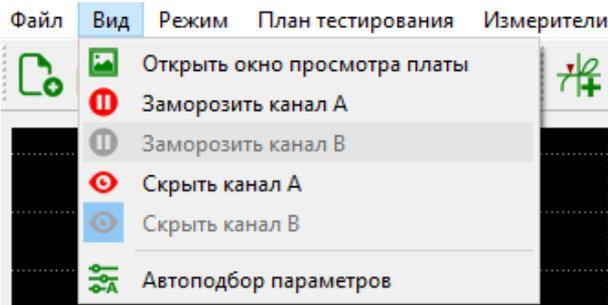

Рисунок 10. Элемент интерфейса фиксации ВАХ
- Для фиксации ВАХ, на основном экране, воспользуйтесь кнопками заморозки или перейдите во вкладку "Вид" и нажмите кнопку "Заморозить канал А" (рисунок 10).